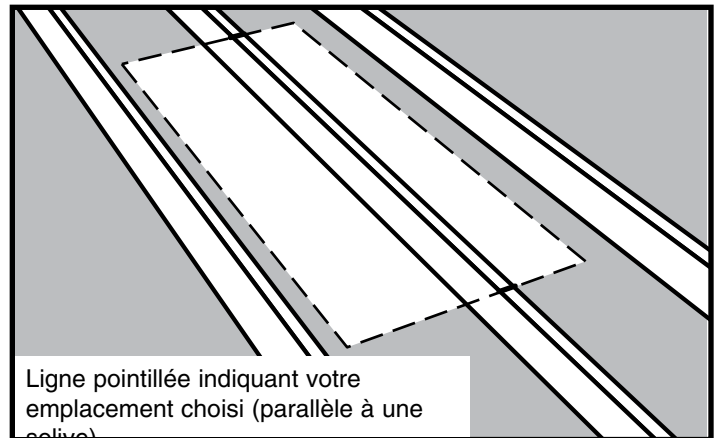

Figure 7
(A) Si l'emplacement choisi est parallèle aux solives, marquez la longueur de l'ouverture brute sur le dessus des solives (Voir la Figure 7).